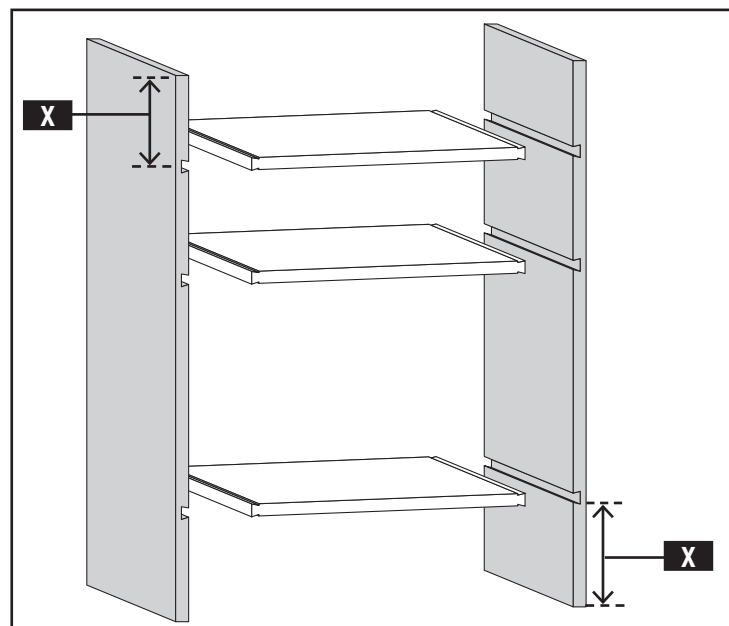

Fig. H5
REMARQUE CONCERNANT LA CAPACITÉ : lors de la coupe de rainures, il faut que la planche soit assez longue pour être fixée. Pour assurer une bonne fixation, il faut au moins 178 mm (7 po) de matière au-delà du centre des rainures, comme indiqué par le « X » de la figure H5. Si pour le projet fini, la distance (X) est de moins de 178 mm (7 po), ne couper la section non voulue qu'après le façonnage de toutes les rainures.